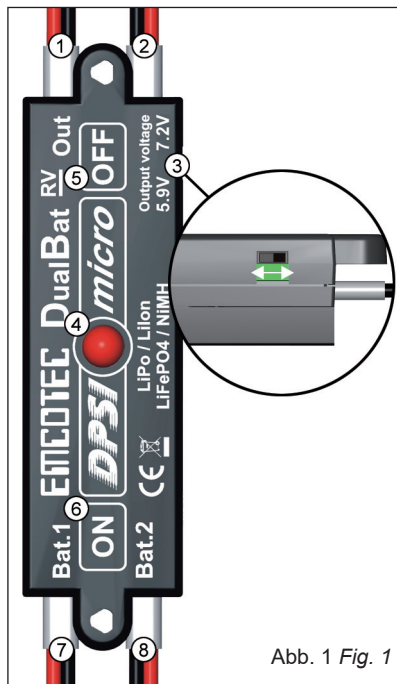

Abb. 1 Fig. 1
Die **Ausgangsspannung** des DPSI Micro DualBat kann auf **5,9 Volt oder 7,2 Volt** eingestellt werden. Hierzu muss der **Spannungswahlschalter** auf der Gehäusesseite in die **gewünschte Position** geschoben werden (Abb. 1/3).
Zum **Einschalten** des DPSI Micro DualBat muss der **mitgelieferte Magnet** für ca. **1 Sekunde** über die **Einschaltposition (ON)** (Abb. 1/6) gehalten werden. Zum **Ausschalten** des DPSI Micro DualBat muss der Magnet für ca. **2 Sekunden** über die **Ausschaltposition (OFF)** (Abb. 1/5) gehalten werden. Der Ein- und Ausschaltvorgang funktioniert durch die Rumpfwand.
The **output voltage** of the DPSI Micro DualBat can be selected to **5.9 volts or 7.2 volts**. Therefor the **voltage selector** at the housing side must be switched into the **desired position** (Fig. 1/3).
For **switching on** the DPSI Micro DualBat the **included magnet** must be placed over the **switching on position (ON)** (Fig. 1/6) for approx. **1 second**. For switching off the DPSI Micro DualBat the magnet must be placed over the **switching off position (OFF)** (Fig. 1/5) for approx. **2 seconds**.